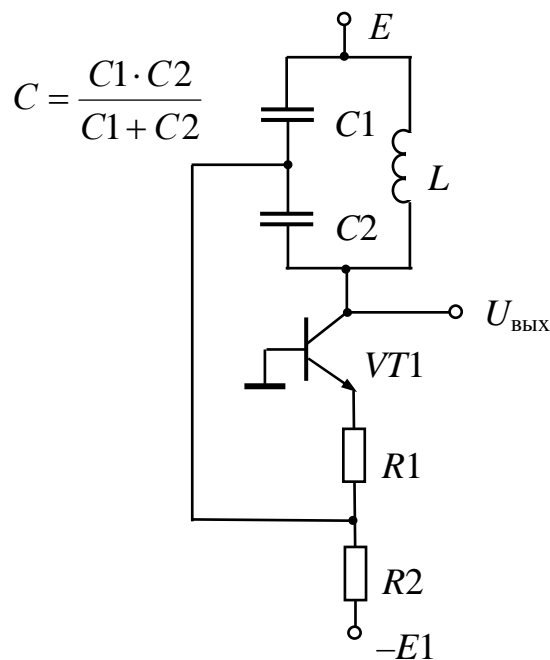

Рис. 3 – Трехточечный генератор
3. Собрать трехточечный  $LC$ -генератор по схеме Колпитца (рис. 3).  $C_1=C_2=100$  пФ,  $R_1=R_2=5$  кОм,  $L=1+N$  мГн,  $E=E_1=10$  В. Пронаблюдать работу схемы. Оценить амплитуду и частоту генерируемых колебаний. Объяснить явления, которые происходят при замене резистора  $R_1$  номиналом 5 кОм на резисторы номиналом 4 кОм и 6 кОм?